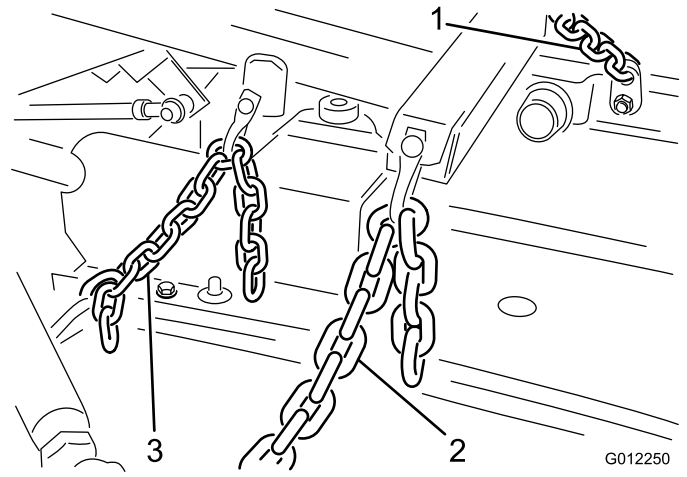

Bild 12
2. Verbinden Sie die Enden der Spannfeder zwischen dem vierten Glied der hinteren Kette und der Öse des Splints, der den Zylinderstift arretiert (Bild 12).
1. Verbinden Sie die Hubketten mit 6 Ketten, Kettenstiften (3/8" x 1-1/2") und Splinten (1/8" x 3/4") mit dem Hubarm und den Kettenhalterungen des Mähwerks (Bild 12).